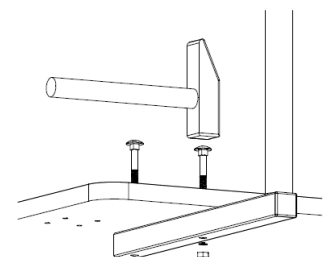

Abb. 3: Montage des Bügels
Befestigen Sie als nächstes den Bügel ② an der Bodenplatte ① (Abb. 3).